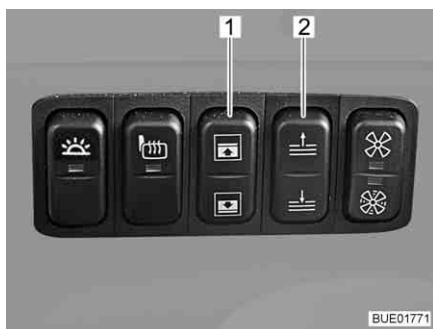

Bild 107 Reglagelist Grand Panorama
- Tryck på övre eller undre delen av knappen (Bild 107,2) på reglagelisten. Solskyddet rör sig uppåt eller nedåt så länge knappen hålls inne.
- Tryck på övre eller undre delen av knappen (Bild 107,1) på reglagelisten. Mörkläggningsgardinen till vindrutan rör sig uppåt eller nedåt så länge knappen hålls inne.